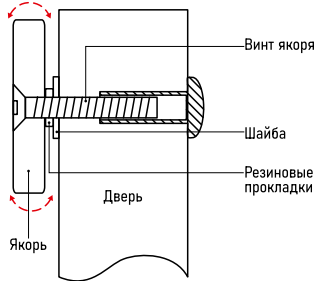

Рис. 8 Установка якоря на дверь
- 6. С помощью молотка вбейте штифты в специальные отверстия якоря, как показано на рисунке 7. Установите якорь на дверь в соответствии с выбранным способом установки. Резиновые прокладки предназначены для небольшого хода якоря и должны быть установлены между ним и металлической шайбой. См. рис. 8.